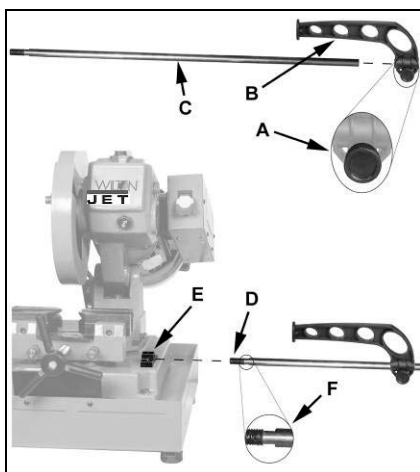

Рис.2
Вверните штангу упора (C, Рис. 2) в держатель (E) и затяните.